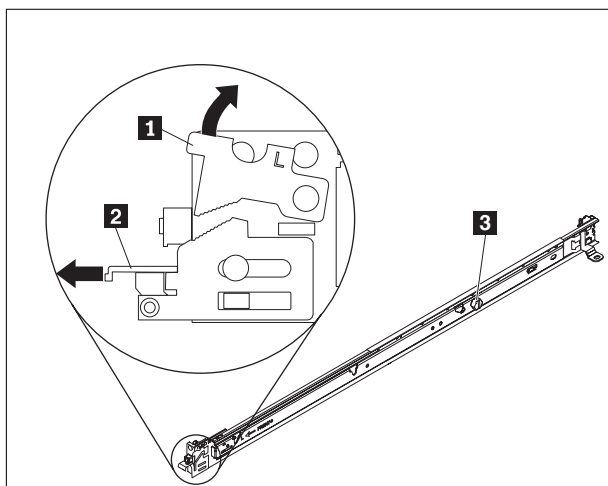

Figura 9. Vista das calhas deslizantes
1. Abra os trincos da calha deslizante anterior, conforme ilustrado na Figura 9 na página 18.